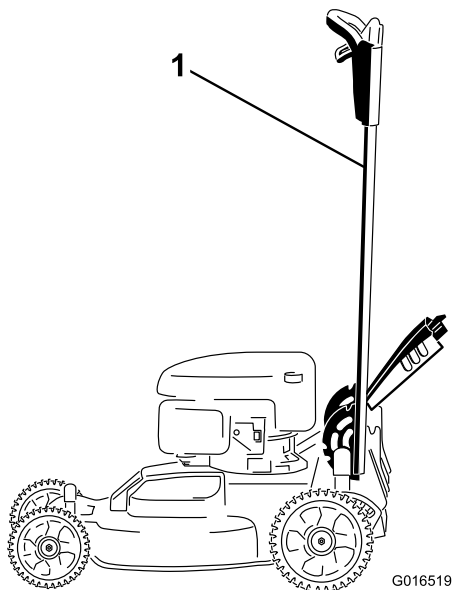

Figure 41
- Verrouillez le guidon en position verticale (Figure 41); voir Réglage de la hauteur du guidon (page 11).